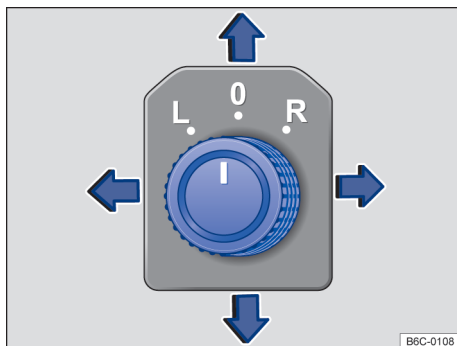

Fig. 82 Na porta do condutor: botão rotativo de ajuste dos espelhos retrovisores elétricos.
- Girar o botão rotativo na porta do condutor até o símbolo desejado → Fig. 82.